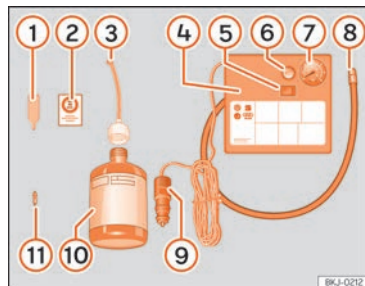

Abb. 258 Prinzipdarstellung: Bestandteile des Pannensets
Das Pannenset befindet sich im Gepäckraum unter dem Bodenbelag. Es besteht aus folgenden Bestandteilen »» (Abb. 258):
- Ventilkappe und Ventileinsatz vom Reifenventil abschrauben. Verwenden Sie den Ventileinsatzdreher »» [Abb. 258] ① zum Heraus-schrauben des Ventileinsatzes. Legen Sie den Ventileinsatz auf einem sauberen Untergrund ab.
- Reifenfüllflasche kräftig schütteln »» [Abb. 258] ⑩.
- Einfüllschlauch »» [Abb. 258] ③ auf die Reifenfüllflasche schrauben. Die Folie am Verschluss wird automatisch durchstoßen.
- Verschlussstopfen vom Einfüllschlauch »» [Abb. 258] ③ entfernen und das offene Schlauchende auf das Reifenventil schrauben.
- Ventileinsatz mit dem Ventileinsatzdreher »» [Abb. 258] ① wieder in das Reifenventil schrauben.
- Reifenfüllschlauch »» [Abb. 258] ⑧ des Luftkompressors fest auf das Reifenventil schrauben.
- Prüfen, ob die Luftablassschraube »» [Abb. 258] ⑥ zuge dreht ist.
- Kabelstecker »» [Abb. 258] ⑨ in eine 12-Volt-Steckdose des Fahrzeugs stecken »» S. 255.
- Luftkompressor mit dem EIN-/AUS-Schalter »» [Abb. 258] ⑤ einschalten.
- Kleben Sie den Aufkleber »» [Abb. 258] ② im Sichtfeld des Fahrers auf das Kombi-Instrument.
»» (Abb. 258)  wieder an und lesen Sie den Reifenfülldruck an der Reifenfülldruckanzeige  ab.